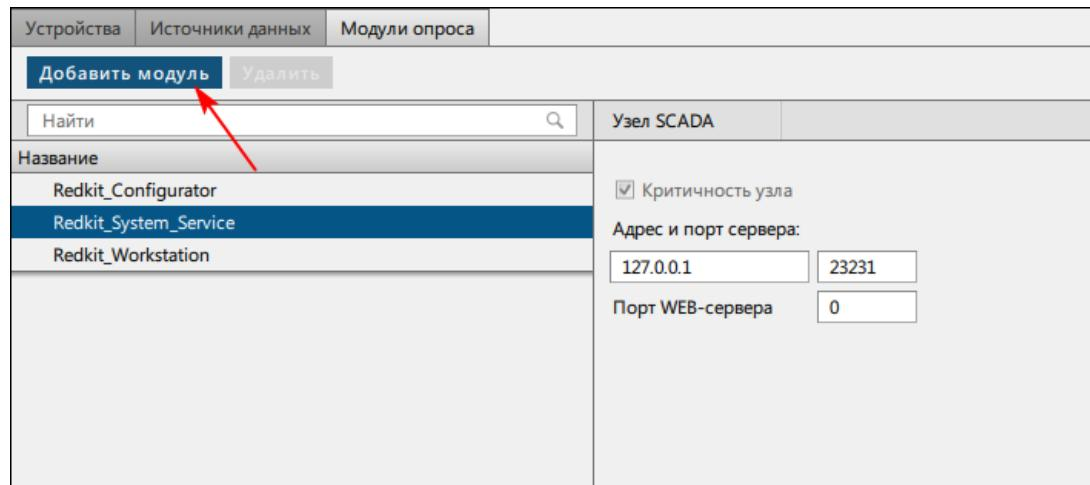

Рисунок 194 - Добавить модуль
12. На вкладке **Модули опроса** у сервисного узла(ов) (*Redkit\_System\_Service* или *Redkit\_Master* и *Redkit\_Slave*, в зависимости от типа конфигурации) нажмите **Добавить модуль** (Рисунок 194).